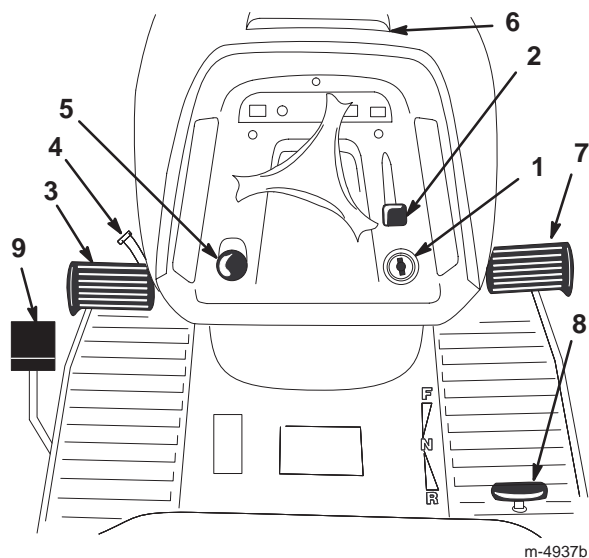

Bild 2
Machen Sie sich mit den Bedienelementen (Bild 2) vertraut, bevor Sie den Motor anlassen oder den Traktor einsetzen.
1. Drücken Sie das Bremspedal (Bild 2) durch und halten es in der gedrückten Position.
2. Drehen Sie den Feststellbremshebel (Bild 2) gegen den Uhrzeigersinn und nehmen den Fuß langsam vom Bremspedal.
1. Treten Sie auf das Bremspedal (Bild 2).